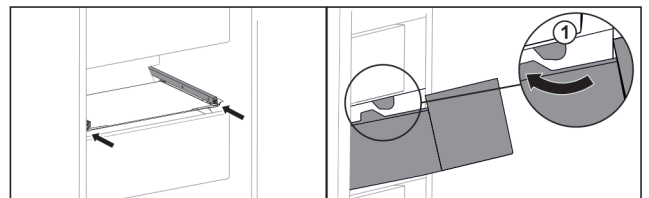

Fig. 98
- ▶ Schubfach um die Stopper Fig. 98 (1) herumführen.